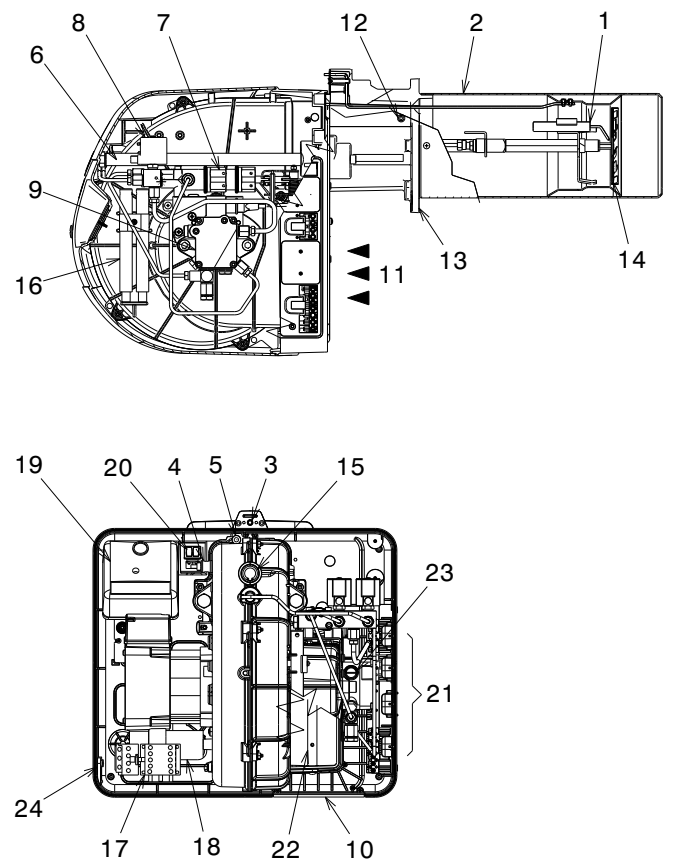

Fig. 4
tænding af knappen (**rød LED**) til flammekontrol 19)(Fig. 4) advarer om, at brænderen er blokeret.
**Blokering af motor** (RL 44 MZ trefaset): tryk på knappen til termisk relæ 17 for at fjerne blokeringen)(Fig. 4).